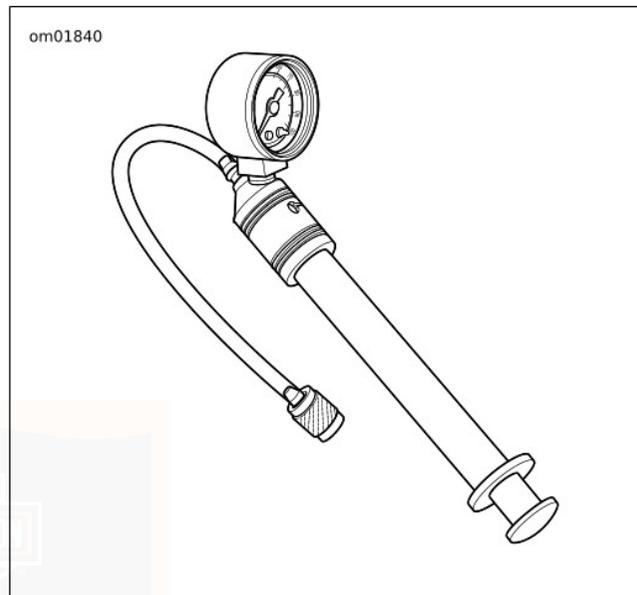

Figura 34. Manometro e pompa per sospensioni pneumatiche (HD-34633)
3. Vedere Figura 34. Attaccare un MANOMETRO E POMPA PER SOSPENSIONI PNEUMATICHE (N. CODICE: HD-34633) alla valvola di sfiato. Aggiungere o togliere aria dall'ammortizzatore alla pressione specificata per il proprio modello di motocicletta e carico. Vedere Tabella 22 e Tabella 23.